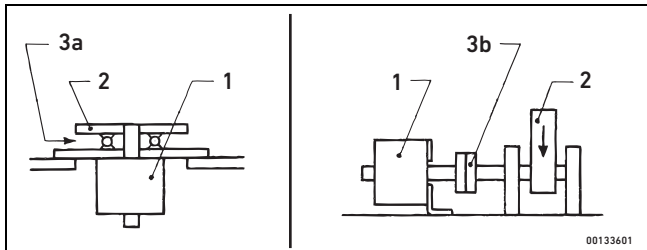

Abb. 3: Verteilung hoher Lasten
- ▶ Stellen Sie sicher, dass die in den technischen Daten angegebenen Maximalwerte für Betriebsdruck sowie für axiale und radiale Lagerbelastung nicht überschritten werden. Bei hohen Belastungen muss die Last verteilt werden. Siehe Abb. 3, axiale Belastung (links) und radiale Belastung (rechts).